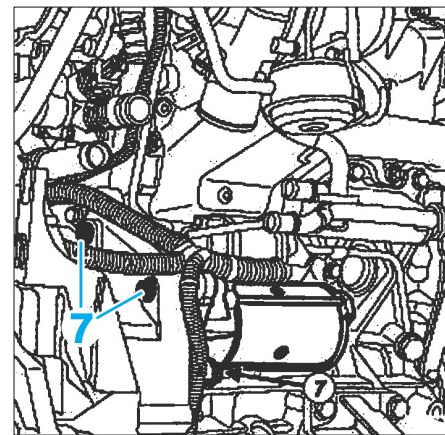

FIG. 8
- Déposer les vis de fixation (7) du démarreur (Fig.8).